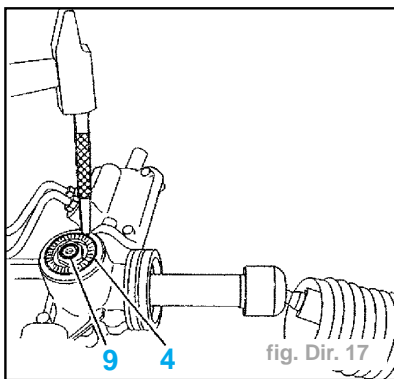

fig. Dir. 17
- déposer les outils (1), (2), (3),
- la valeur (J) du jeu au poussoir doit être comprise en 0,01 et 0,15 mm.
- Si le jeu (J) est incorrect sur le reste de la course crémaillère :
- Si le jeu (J) est correct sur le reste de la course crémaillère :
- déposer les outils (1), (2), (3)
- reposer le bouchon plastique (9) (fig. Dir. 17),
- freiner la vis (4),
- reposer le soufflet (2).